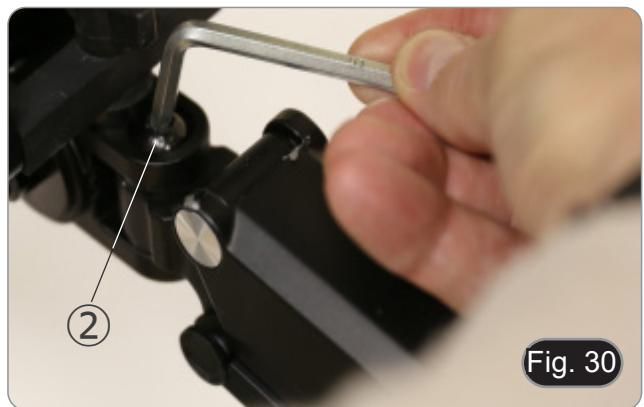

Fig. 30
1. Con una llave Allen de 6 mm (P) aflojar el tornillo ②, girar la cámara en la posición deseada y luego apretar el tornillo. (Fig. 30)